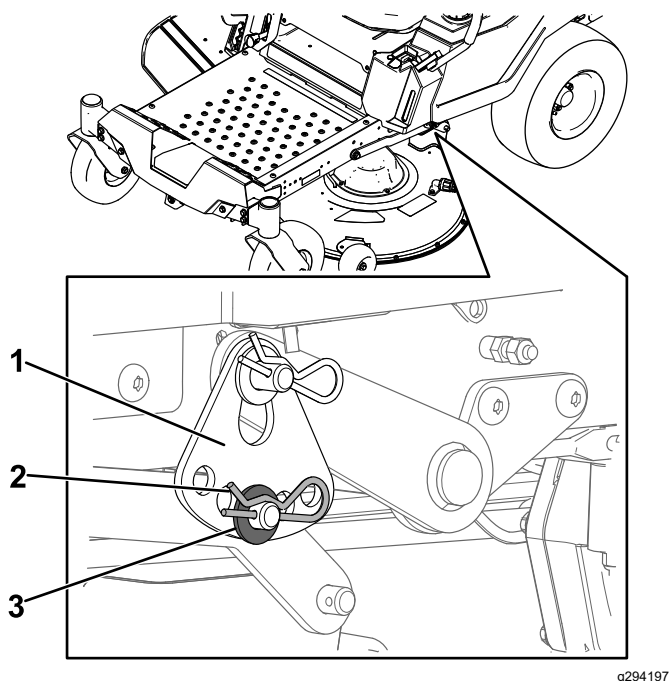

Figura 73
6. Rimuovete la coppia e la rondella dal perno del braccio di sollevamento inferiore (Figura 73).